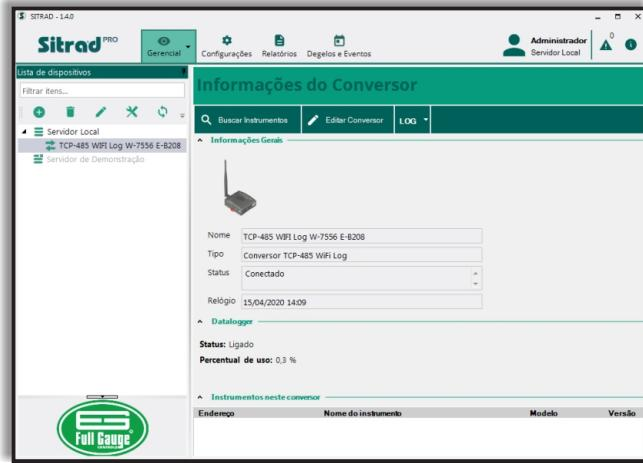

Figura 29
Passo 5: Após cadastrado, o conversor passará a aparecer atrelado ao servidor escolhido na guia **Lista de dispositivos**. Ao ser selecionado, é exibida a guia **Informações do Conversor** (Figura 29). Para cadastrar os instrumentos que estão na rede RS-485 deste novo conversor, clique no botão **Buscar Instrumentos**.